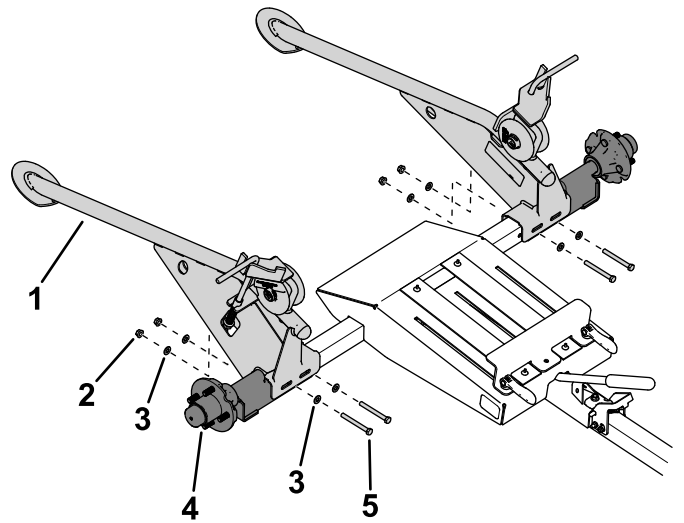

図 3
2. ホイールハブとレールランプキットまたはフラットランプキットをフレームに固定するには、ボルト4本 $\frac{3}{8} \times 3\frac{1}{2}$ "、ナット4個 $\frac{3}{8}$ "、ワッシャー8個 $\frac{3}{8}$ "を使います 図3。